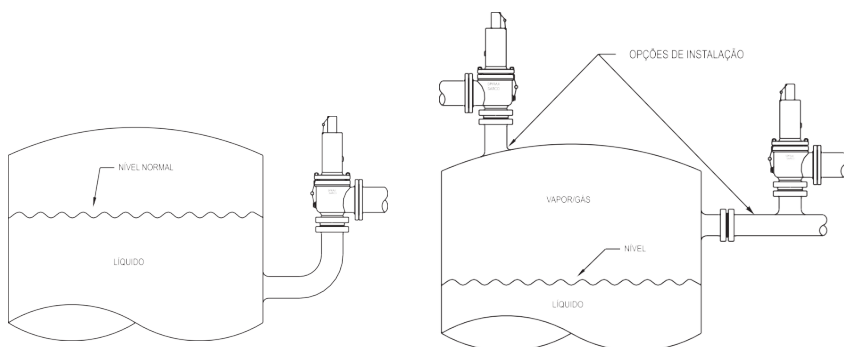

Figura 1
- Válvulas de Segurança e Alívio utilizadas em serviços com gases ou vapores, devem ser instaladas no vaso, na área de vapor/gás acima do nível de qualquer líquido contido, ou na tubulação conectada à esta área do vaso a ser protegido. Válvulas de Segurança e Alívio utilizadas em serviços com líquidos, devem ser instaladas abaixo do nível normal do líquido.(código ASME Seção VIII, UG-156(c) (Figura 1)